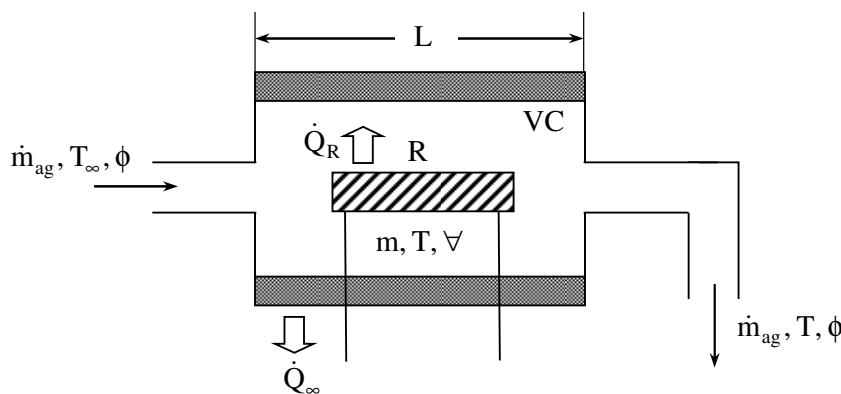

Figura Pj7.3 – Diagrama esquemático de um chuveiro elétrico.
7.3) O chuveiro elétrico mostrado esquematicamente na Fig. Pj7.3 pode ser modelado matematicamente aplicando os princípios de conservação de massa e de energia ao sistema.